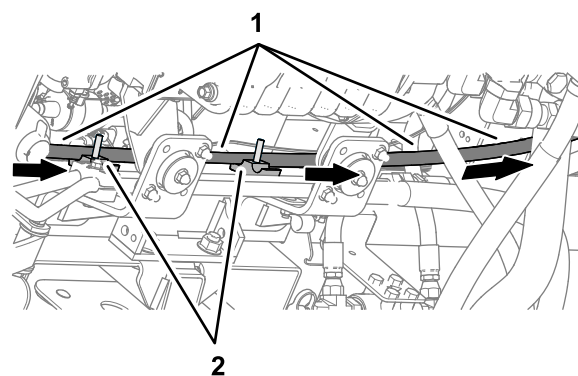

Figura 125
1. Enrute la manguera de la bomba hidráulica de 10 × 2921 mm (orificio PT de la válvula de dirección EHI) con acoplamiento de 45° en la ranura superior de la mitad de la abrazadera superior (**Figura 125**).